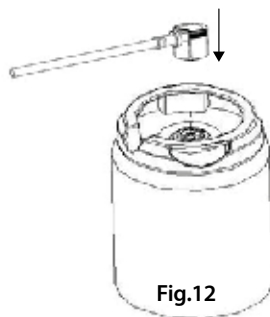

Fig.12
4. Sistemare l'adattatore con il tubo birra sul fusto Heineken (fig. 12).